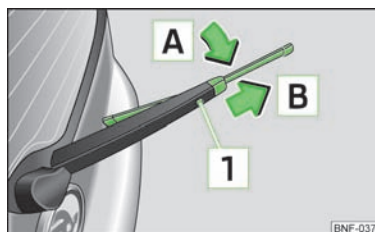

Fig. 31
- Sollevare il braccio del tergicristallo dal lunotto e quindi ribaltare leggermente le spazzole tergicristallo in direzione del braccio, freccia [A] » fig. 31.